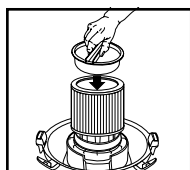

FIGURE 13
20. Placez le porte-filtre dans la partie supérieure de la cartouche filtrante. **FIGURE 13.**